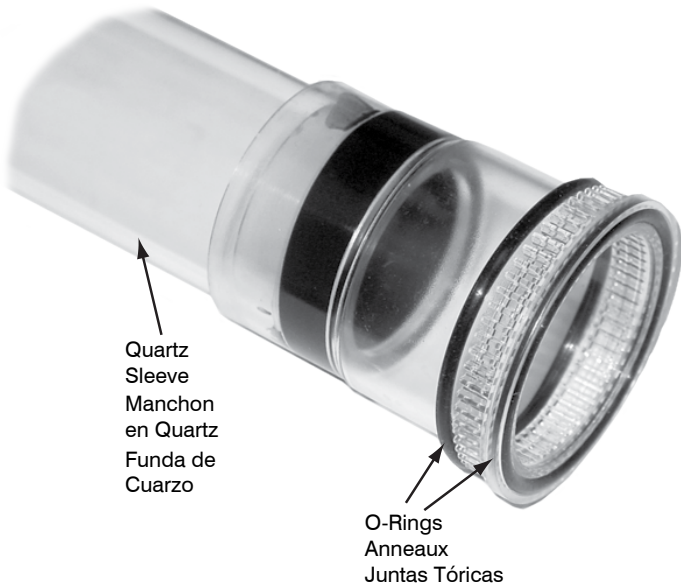

FIGURE 3
4. Carefully remove the quartz sleeve from the cap with a pulling/turning motion. Use caution not to drop the 2 O-rings attached to the quartz sleeve (figure 3).
8. Verify (2) O-rings are still attached to quartz sleeve (figure 3).
6. Reassemble all parts in reverse order, making sure the O-rings are properly positioned on the quartz sleeve (Figure 3). Use a small amount of petroleum jelly for lubrication if necessary. Carefully clean UV bulb and Quartz Sleeve with isopropyl alcohol.
4. Retirez délicatement le manchon en quartz du culot en tirant / tournant. Soyez prudent de ne pas faire tomber les 2 anneaux attachés au manchon en quartz (figure 3).
8. Vérifiez que les (2) anneaux sont encore attachés au manchon en quartz (figure 3).
6. Remontez toutes les pièces en ordre inverse, en vous assurant que les anneaux sont correctement positionnés sur le manchon en quartz (Figure 3). Utilisez une petite quantité de gelée de pétrole pour la lubrification si nécessaire. Nettoyez soigneusement l'ampoule UV et le manchon en quartz avec de l'alcool isopropylique.